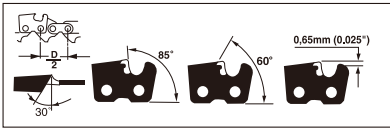

Fig. 21
**ASCUȚIREA LANȚULUI** – Gradația lanțului (Fig. 21) este de  $3/8''$  LoPro x 0,050".
Ascuțiți întotdeauna dinții tăietori dinspre interior spre exterior (Fig. 22) cu respectarea parametrilor din Fig. 21.